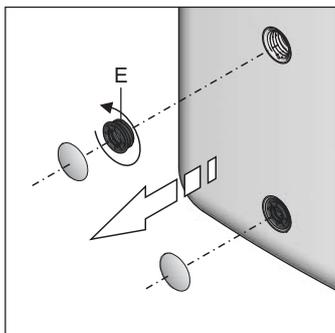

Fig. 6-4 Étapes de travail 2 + 3
3. Démontez le cache sur la poignée et dévissez l'embout fileté (fig. 6-4, pos. E) du réservoir d'accumulateur.